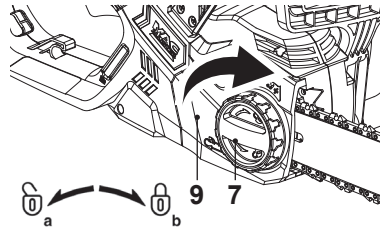

Fig. 7
- Volte a colocar a cobertura (9) e aperte ligeiramente a roda de bloqueio (7) (Fig. 7, b). Não aperte completamente a roda de bloqueio (7), pois é necessário aplicar primeiro tensão na corrente.
- Após o tensionamento da corrente, rode a roda de bloqueio (7) para a direita para apertar a cobertura (9) completamente (Fig. 7, b).